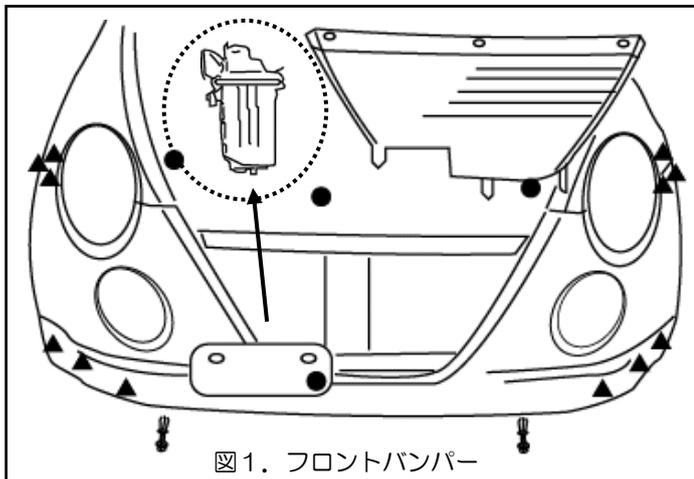

図1. フロントバンパー
- ①ノーマルクリーナーケースを取り外すにはフロントバンパーの固定部分を取り外し、自由度を持たせる必要があります。
- ②ナンバープレートとグリルを外し、図1の▲部分のインナーフェンダー内部ビスを左右それぞれ外します。
- ③フロントバンパー下側のクリップを2箇所取り外します。(図1参照)
- ④図1内●部の固定ボルトを外し、バンパーを浮かせます。(脱落などに十分ご注意ください)